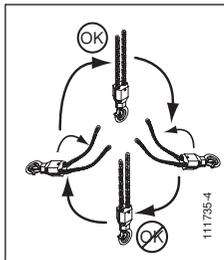

Fig. 4
- Vérifier que la chaîne de levage n'a pas subi de torsion à la mise en place en particulier pour la version 2 brins (voir fig. 4).